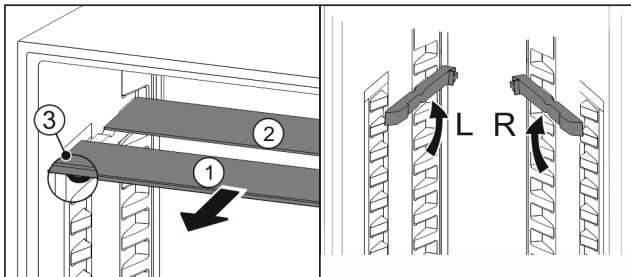

Fig. 53
- Sortir les tablettes par l'avant Fig. 53 (1).
- ▷ La tablette en verre Fig. 53 (1) avec bordure décorative est située à l'avant.
- ▷ Les butées Fig. 53 (3) sont orientées vers le bas.